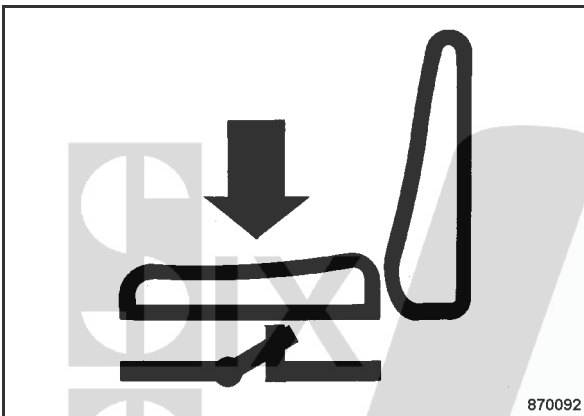

fig. 42
- Prendre place sur le siège du conducteur (fig. 42) et, si besoin, rabattre l'accoudoir vers le bas.